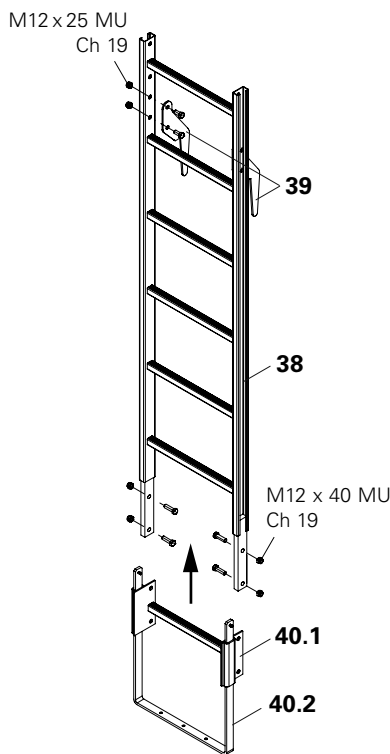

Fig. A2.20
- Fissare l'aggancio trattenuta scala (39) con viti e dadi M12 x 25 all'estremità superiore della scala 180/6 (38). (Fig. A2.20)